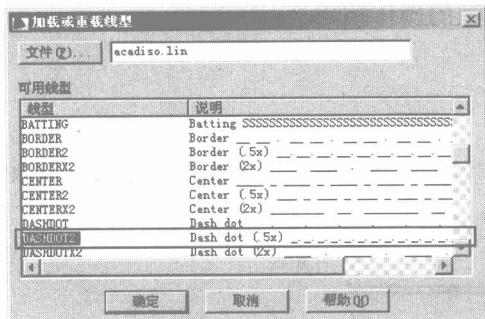

图 1-31 加载线型
- 09** 单击对话框中的 $\text{加载} \square$ 按钮，从弹出的“加载或重载线型”对话框中选择如图 1-31 所示的线型进行加载。